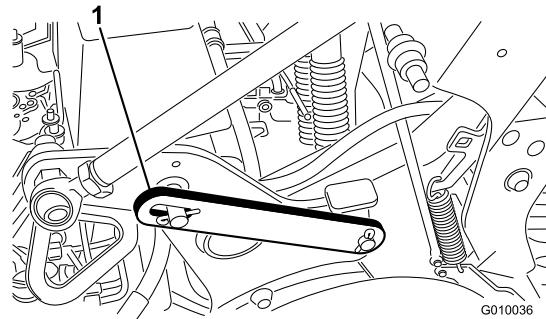

Bild 20
2. Entfernen Sie den Clipring, mit dem der Wartungsriegel in der Einlagerungsstellung befestigt ist (Bild 20).